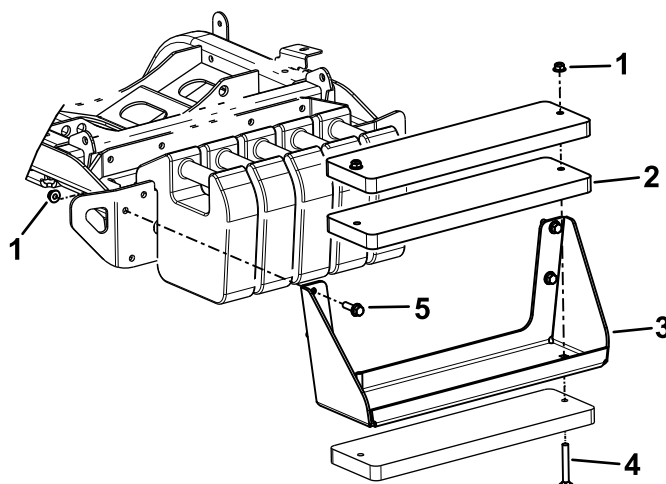

Figure 19
Remarque: Voir la procédure sous Figure 19.
- A. Utilisez les boulons ($\frac{3}{8}$ " x 4") et écrous ($\frac{3}{8}$ ") pour fixer les 3 masses sur le support (Figure 19).
- B. Utilisez les boulons à tête hexagonale et les écrous (inclus dans le kit) pour fixer le support de masses sur la machine (Figure 19).
- A. Déposez le support de masses de la machine (Figure 19).
- C. Utilisez les boulons ($\frac{3}{8}$ " x 4") et écrous ($\frac{3}{8}$ ") pour fixer les 3 masses sur le support (Figure 19).
- D. Utilisez les fixations retirées précédemment pour fixer le support de masses sur la machine (Figure 19).